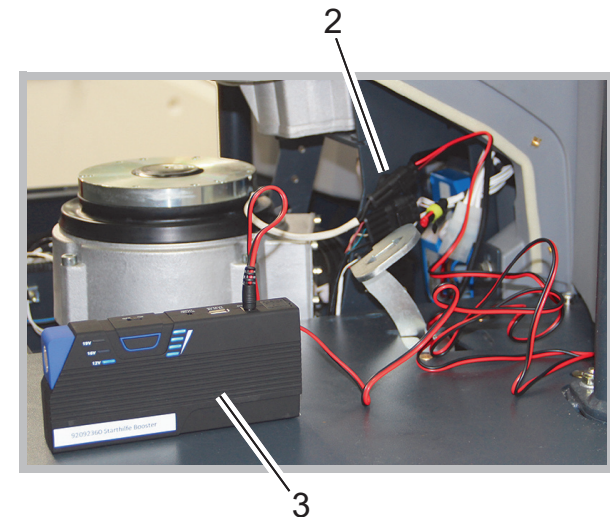

Abb. 2
2. Die obere 2-polige Steckverbindung des Fahrtriebes (Abb. 2/1) trennen.
3. Das Adapterkabel mit der Powerbank und der Steckverbindung des Fahrtriebes verbinden (Abb. 2/2).
4. Die Powerbank (Abb. 2/3) einschalten und auf 19-Volt einstellen. Hierzu den Drucktaster betätigen bis der Bereich 19-Volt ausgewählt ist. Die Feststellbremse wird hörbar entriegelt.